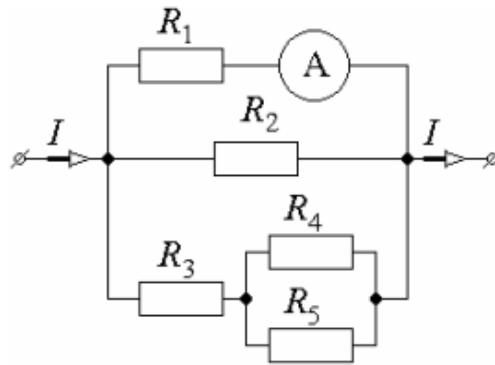

Рис.1.
3) Амперметр включен в участок цепи (рис. 1) и показывает $I_1 = 0,5$ А. Найти ток I_4 в сопротивлении R_4 , если $R_1 = R_4 = 2$ Ом, $R_2 = 4$ Ом, $R_3 = R_5 = 1$ Ом.